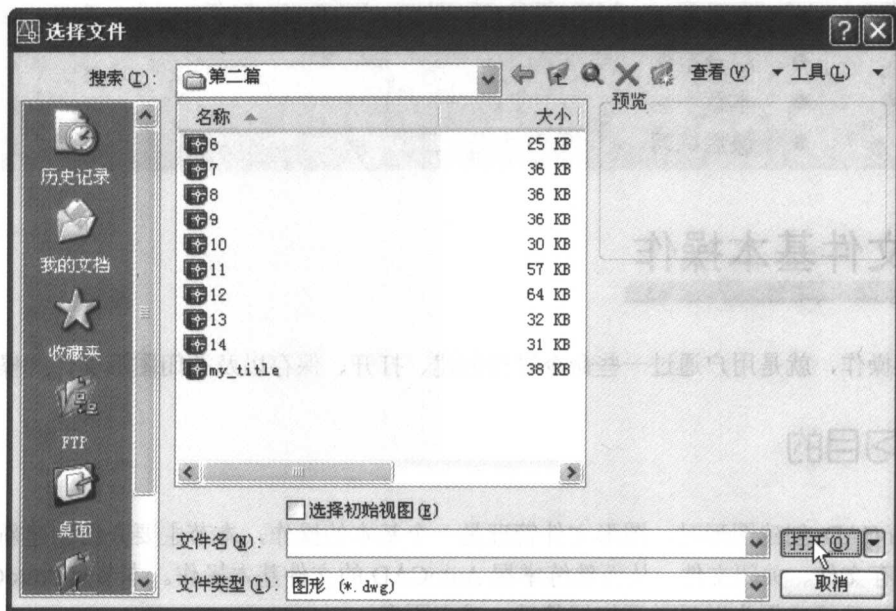

图 1-2 打开现有文件【选择文件】对话框
(2) 打开现有文件。可以选择菜单栏中的【文件】→【打开】命令，或者单击工具栏上的按钮，系统打开【选择文件】对话框，选择要打开的文件，单击【打开】按钮，如图 1-2 所示。
这时将会打开【选择文件】对话框，如图 1-2 所示，在该对话框中包括以下选项：